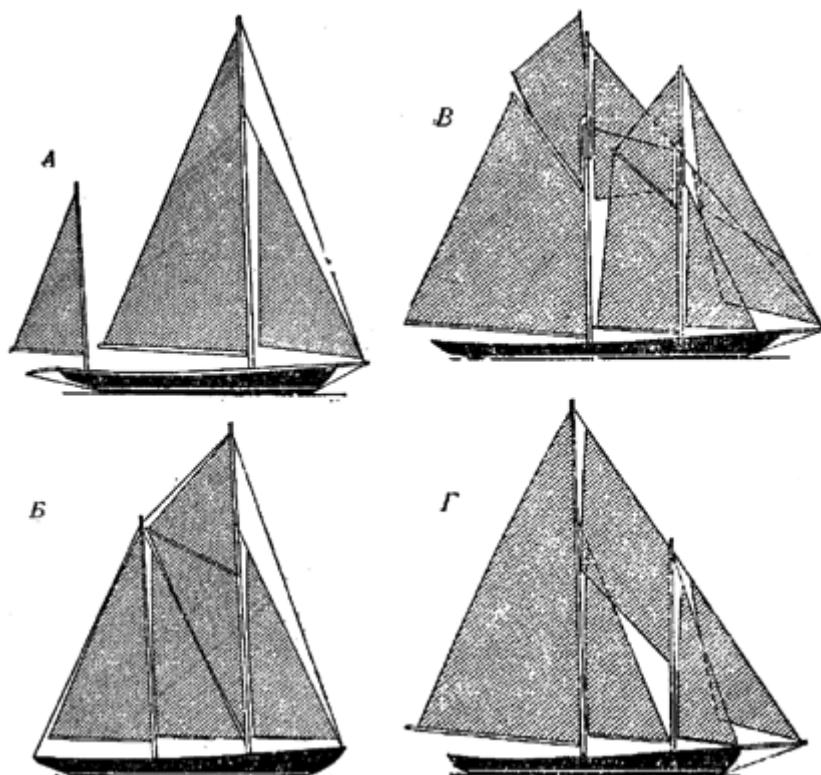

Рис. 15. Двухмачтовые яхты.
Двухмачтовые вооружения (**рис. 15**) применяют на крупных крейсерских яхтах, где для уменьшения крена важно иметь еще более низкую парусность, чем у тендеров. Кроме того, распределение общей парусности на несколько парусов облегчает работу экипажа с ними, что особенно важно на яхтах, совершающих дальние плавания. Чисто морские преимущества двухмачтовых яхт весьма велики: уборкой тех или иных парусов можно сразу уменьшить парусность, а комбинируя эти паруса, можно приспособиться к большому диапазону сил ветра без взятия рифов.
имеет грот без гика, со шкотовым углом, находящимся у верхушки бизань-мачты. Нижний промежуток заполняется тогда большим **бизань-стакселем**. Такие кэчи называют **стаксельными** (рис. 15, б). Бизань-стаксель может быть и у обычного кэча или иола,
**Шхуна** имеет заднюю мачту выше или равную передней. Передняя мачта двухмачтовой шхуны называется **фок-мачтой**, а задняя - **грот-мачтой**. Паруса называются соответственно **фок** и **грот**. Шхуны, как и прочие яхты, могут быть гафельными и бермудскими. Бермудские шхуны часто вооружены гафельным фоком (при равной с бермудским фоком высоте он может иметь большую площадь парусности, чем последний). Существует разновидность бермудской шхуны-стаксельная шхуна (рис. 15, 2). Эта шхуна не имеет фока. Промежуток между фок- и грот-мачтами (междумачтовый четырехугольник) заполняется одним или несколькими косыми треугольными парусами. Шхунами, как правило, вооружают самые крупные яхты - парусностью более 150-200 м2.